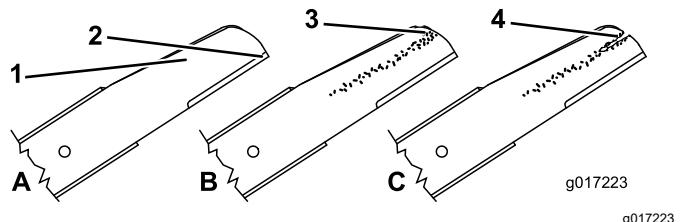

Bild 27
1. Untersuchen Sie die Schnittkanten (**Bild 27**). Bauen Sie die Schnittmesser aus und schärfen oder tauschen sie aus, wenn die Kanten nicht scharf sind oder Kerben aufweisen.
2. Prüfen Sie die Schnittmesser, insbesondere den gebogenen Bereich (**Bild 27**). Wenn Sie Schäden, Verschleiß oder Rillenbildung in diesem Bereich feststellen, sollten Sie sofort ein neues Schnittmesser einbauen.